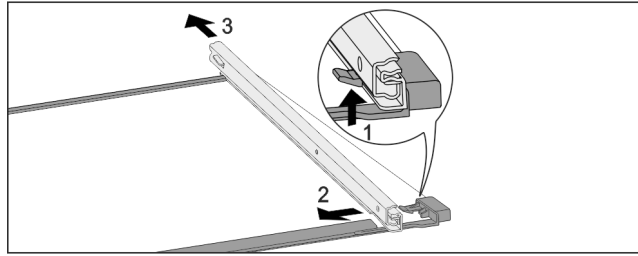

Fig. 142 Raylar bulunan cam plaka
- Ön yerleşme çengelini yukarı doğru bastırın. Fig. 142 (1)
- Dışarı çekme rayını yana Fig. 142 (2) ve arkaya Fig. 142 (3) doğru kaydırın.